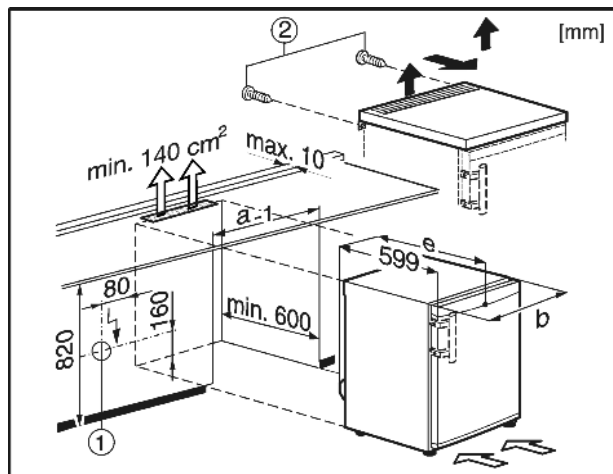

Fig. 9
Stikkkontakten *Fig. 9 (1)* må ligge utenfor skapets bakside, og være lett tilgjengelig.
- ▶ Fjern skruene *Fig. 9 (2)* på baksiden.